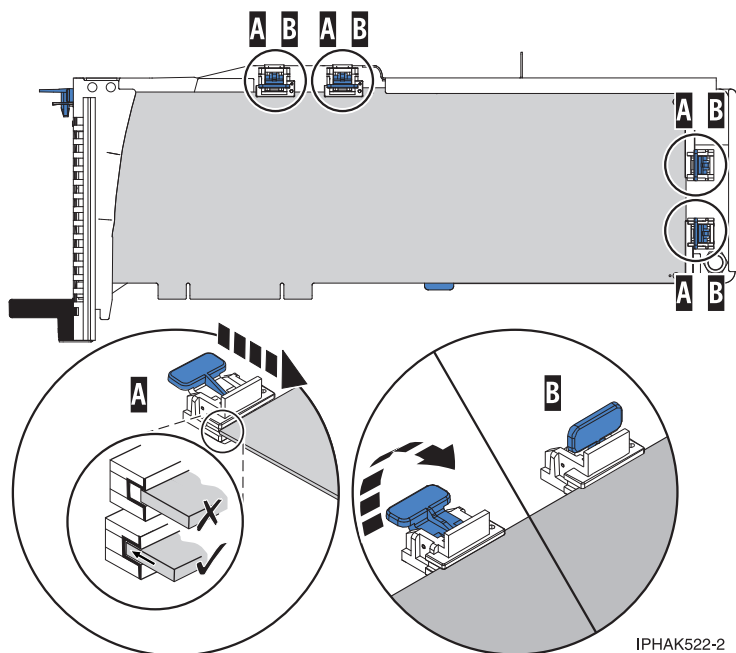

図 32. 所定位置に保持具およびスタビライザーが付いた PCI アダプター・カセット内の大型 PCI アダプター
- a) 保持具 (B) をセットして、ロックする。 44 ページの図 32を参照してください。